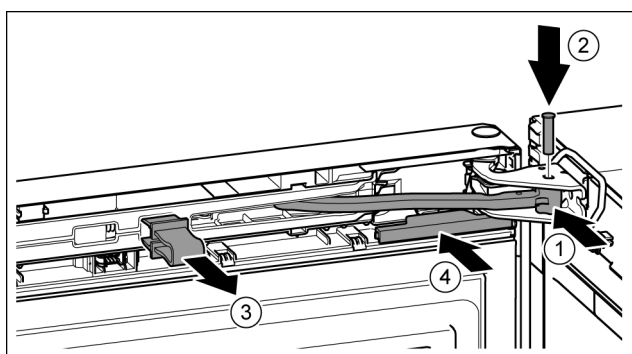

Fig. 42
- ▶ Scharnier in lagerbus draaien. Fig. 42 (1)
- ▶ Bout in de lagerbus en het scharnier aanbrengen. Opletten dat hierbij de vergrendelnok correct in de groef zit. Fig. 42 (2)
- ▶ Borging verwijderen. Fig. 42 (3)
- ▶ Afdekking erop schuiven. Fig. 42 (4)